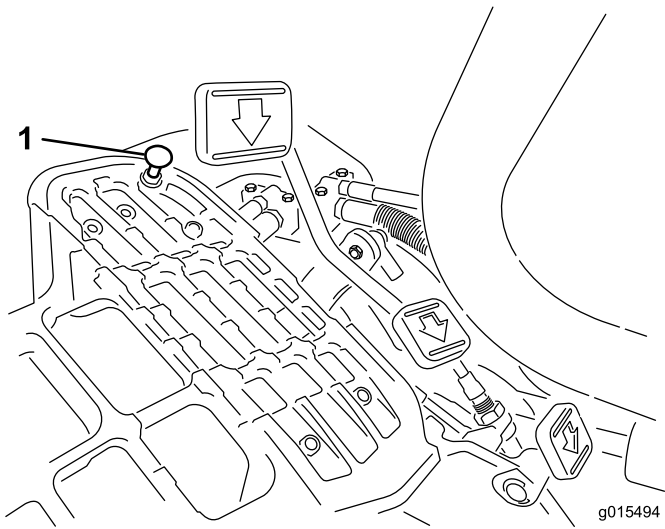

图52
向下按驱动踏板。如果在电缆感到张紧力之前，线缆踏板接触到停止器（图52），则需要进行调整：
- 1. 松开将踏板停止器固定到底板上的凸缘头锁紧螺母（图52）。